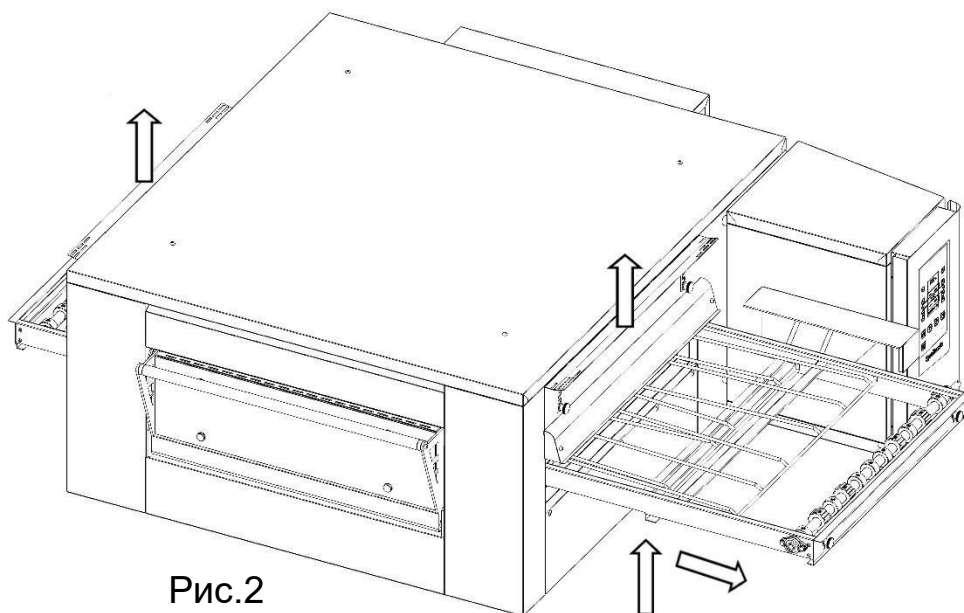

Рис.2
6. Поднимите створки на входе и выходе до точки максимального открытия (см. рис. 2, параграф 9.3.1).
7. Поднимите сетчатую конвейерную ленту с обоих концов и снимите ее в направлении элементов управления (см. рис. 2, параграф 9.3.1).
5. Поднимите створки на входе и выходе до точки максимального открытия (рис. 2).
6. Поднимите сетчатую конвейерную ленту с обоих концов и снимите ее в направлении элементов управления (рис. 2).